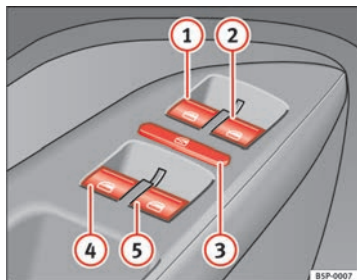

Fig. 66 Detalle de la puerta del conductor: mandos para las ventanillas delanteras y traseras
Las teclas ⇒ página 113, fig. 66 ① y ② tienen dos posiciones para la apertura de las ventanillas y otras dos para el cierre. De este modo es más fácil controlar las operaciones de apertura y cierre.